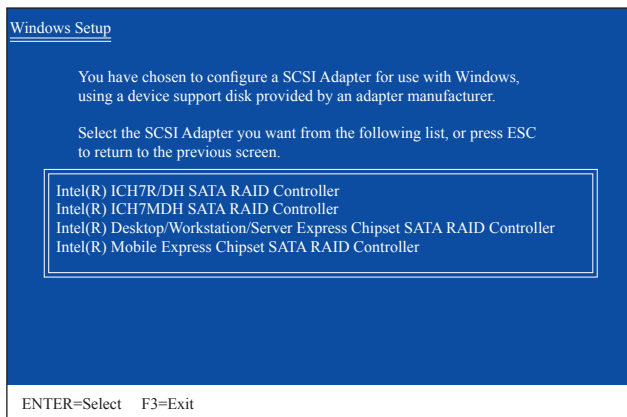
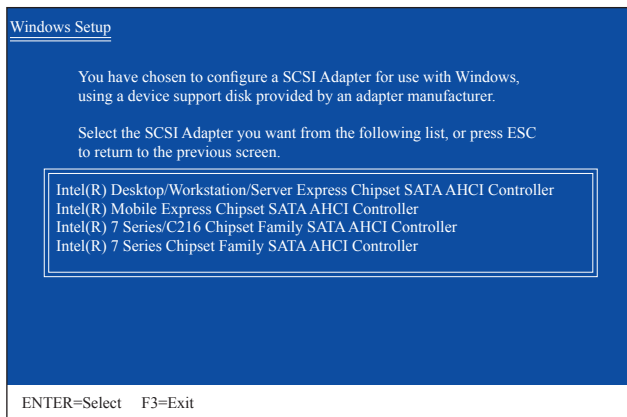

図 3
図 4
SATA RAID/AHCIドライバを含むフロッピーディスクを挿入し、<Enter>を押します。次に、以下の図 3 のようなコントローラメニューが表示されます。**Intel(R) Desktop/Workstation/Server Express Chipset SATA RAID Controller** を選択し、<Enter>を押します。AHCI モードの場合、キーボードの矢印キーを使用して **Intel(R) 7 Series/C216 Chipset Family SATA AHCI Controller** アイテムにスクロールし<Enter>を押します(図 4)。